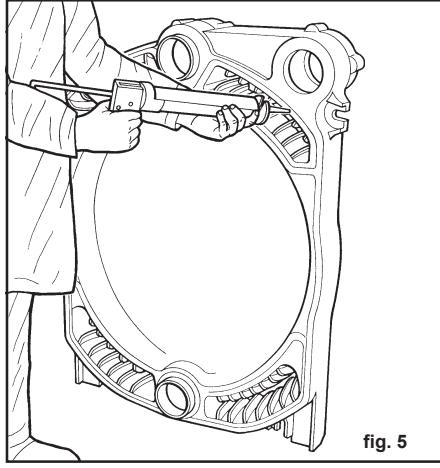

fig. 4
- 4 (fig. 4) Montar el bicono en su alojamiento ayudándose con algunos ligeros golpes de un martillo de madera.